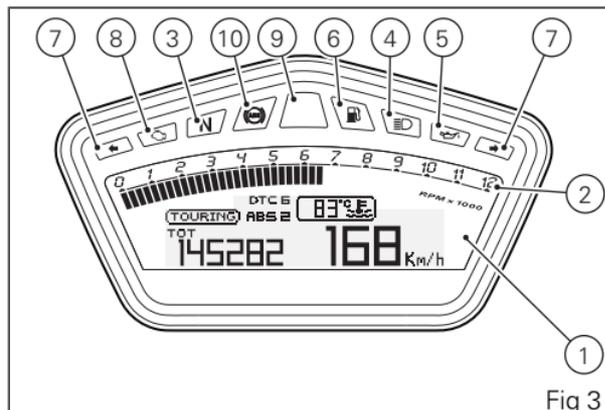

Fig 3
10) SPIA ABS  (GIALLO AMBRA) (Fig 3).